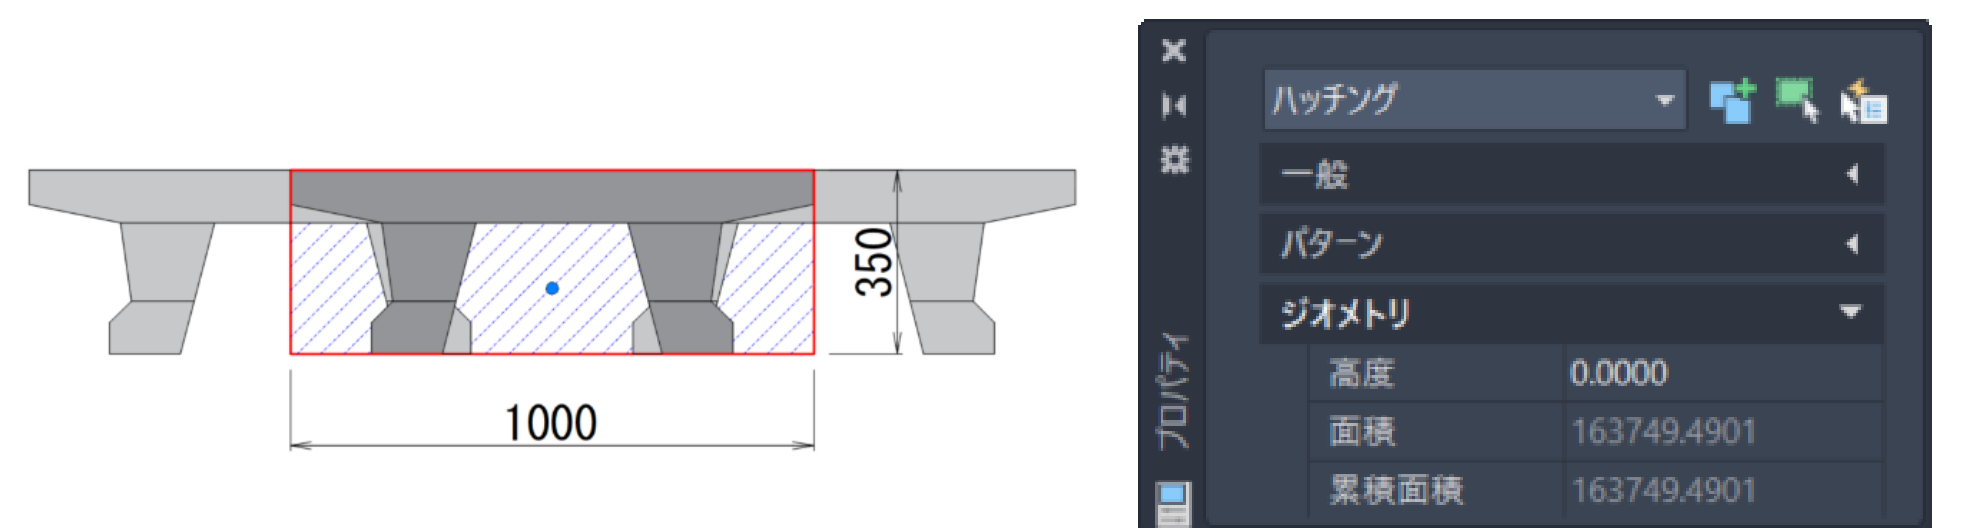

図8 製図ソフトによる胴込めコンクリート部の断面積算出
- ii. 製図ソフトの面積算出機能を用いて胴込めコンクリートの断面積を算出(図8)